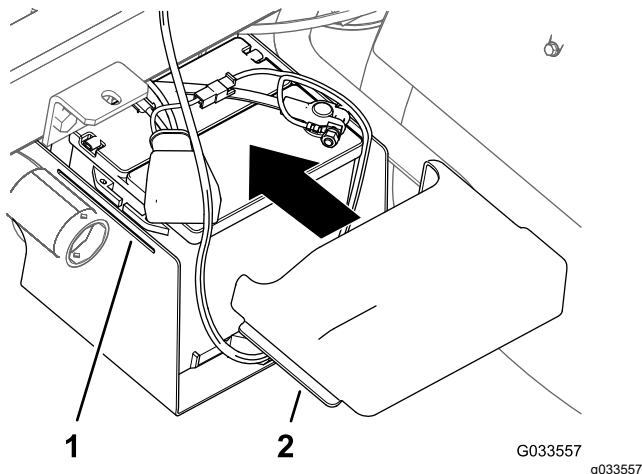

Bild 31
10. Drücken Sie die Seiten der Batterieabdeckung zusammen, fluchten Sie die Nasen der Abdeckung mit den Schlitzen im Batterieunterteil aus, und lassen Sie die Batterieabdeckung los (Bild 31).